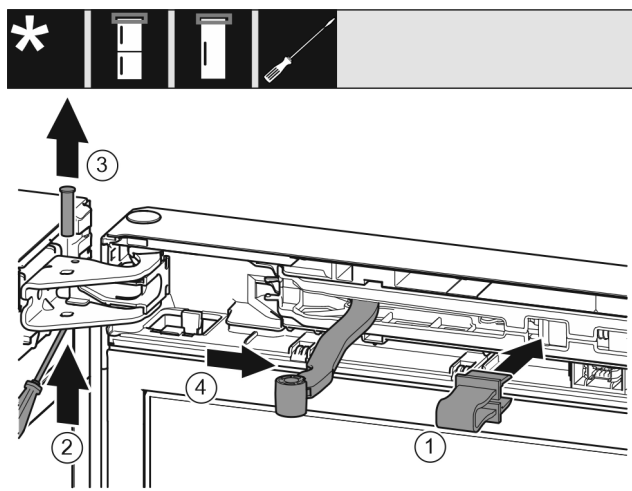

Fig. 13
- Enclencher la fixation Fig. 13 (1) dans l'ouverture.
- Dévisser l'axe Fig. 13 (2).
- Retirer l'axe Fig. 13 (3) par le haut.
- Tourner la jointure Fig. 13 (4) en direction de la porte.